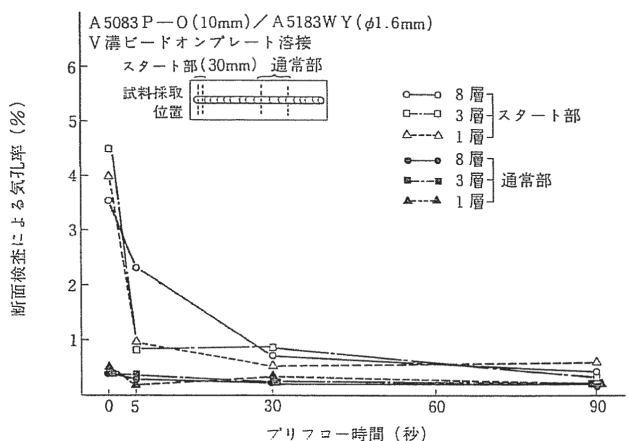

Fig. 1 スタート部及び通常部の気孔率に及ぼすプリフロー時間の影響
- ① 溶接接電流、溶接トーチ角度、アーク長（アーク電圧）、シールドガス流量、プリフロー時間等溶接条件に関わるもの。
- ② 作業場の風速、風向、湿度、温度等作業環境に関わるもの。
- ③ ガス配管、溶接機、送給装置などのジョイントの洩れ、トーチノズルの不具合等設備機器に関わるもの、などが考えられます。
①の溶接条件に関わる不具合の対策としては、溶接施工の準備段階で適正な溶接条件を設定し、溶接技能者や溶接オペレータにその溶接条件を守るように指導を行う事が重要です。溶接条件の設定に際しては、JIS Z 3604「アルミニウムのイナートガスアーク溶接作業標準」や「アルミニウム合金ミグ溶接部の気孔防止マニュアル」²⁾等を参考にするとよいでしょう。プリフロー時間に関しては、**Fig. 1**の「スタート部及び通常部の気孔率に及ぼすプリフロー時間の影響」²⁾を参考にするとよいでしょう。